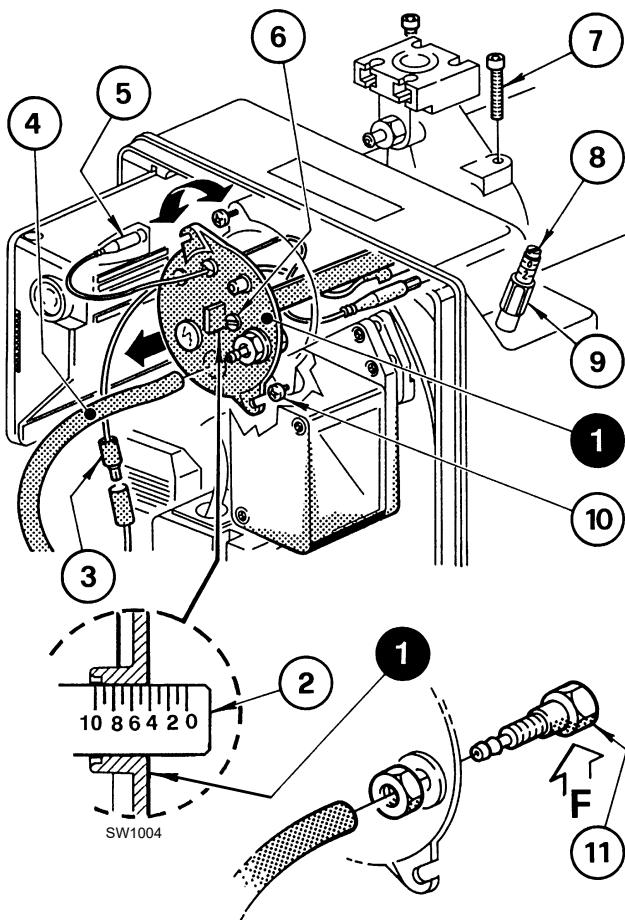

Fig. 11
Pour cela, tourner la vis de réglage 6) (Fig. 11) dans le sens des aiguilles d'une montre ou inverse, jusqu'à ce que l'encoche gravée sur la bride de régulation 2 coïncide avec le plan externe du groupe tête 1).
Sur la Fig. 11, la bride de régulation de la tête est tarée sur l'encoche 4.
Pour extraire le groupe tête, (Fig. 11) il faut :
Pour la repose procéder inversement à la dépose, en replaçant le groupe tête 1)(Fig. 11) sur sa position initiale.
Visser les vis 7)(Fig. 11) à fond sans les serrer. Les serrer au couple de 3 - 4 Nm.
Si la prise de pression 11)(Fig. 11) est accidentellement desserrée, il est recommandé de la resserrer en veillant à ce que le trou (F) (Fig. 11) situé dans la partie interne du groupe tête 1)(Fig. 11) soit orienté vers le bas.